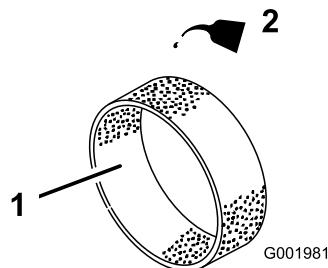

Figura 40
- Coloque 30 a 59 ml de óleo no elemento (Figura 40).